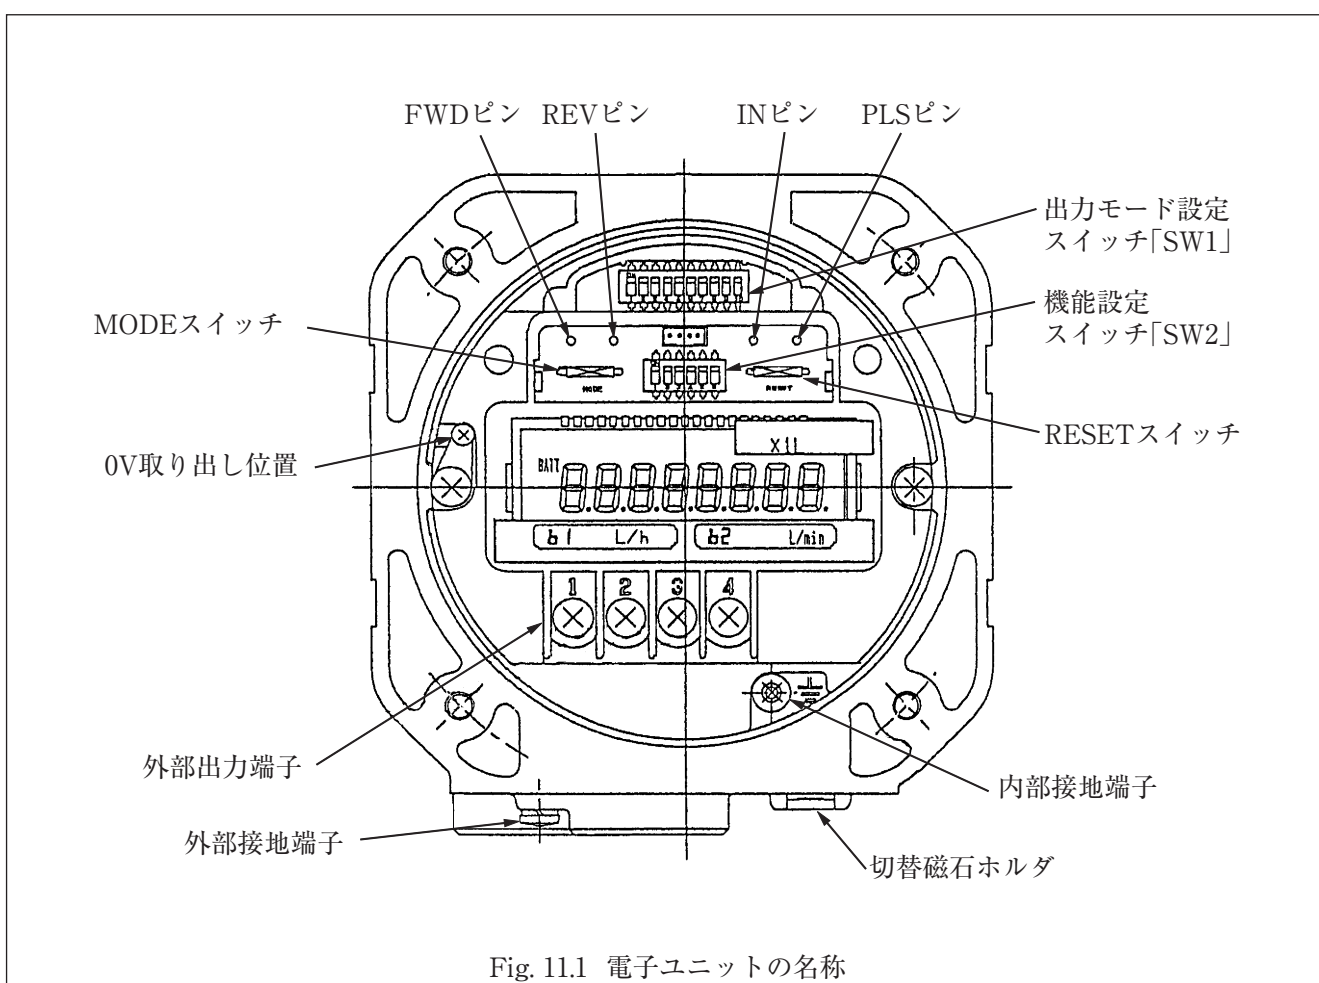

Fig. 11.1 電子ユニットの名称
▶(注記) 0V側は、電子ユニット左側の固定ビスと接続してください。(Fig.11.1をご参照ください。)